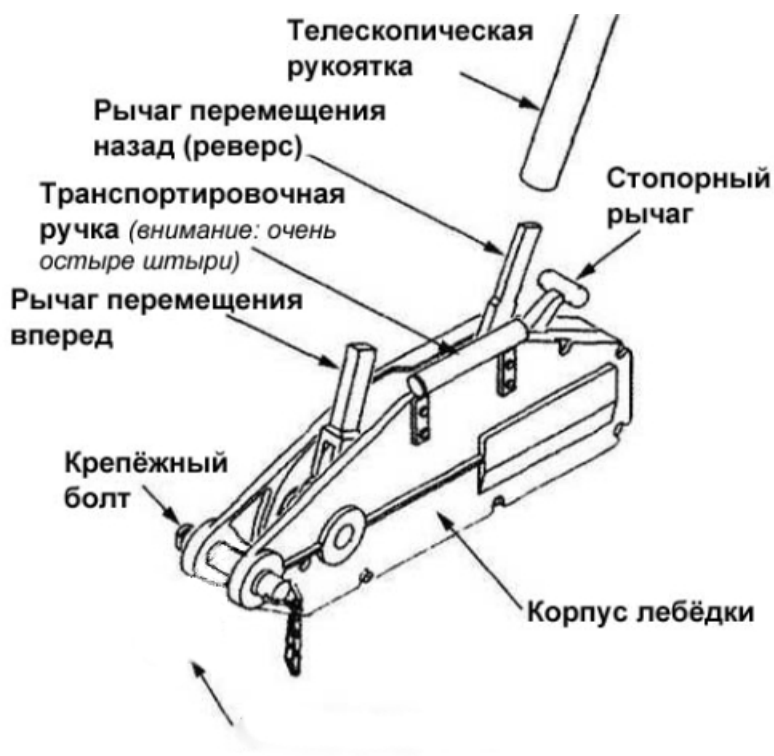

Рис. 10 Устройство натяжения арт. AXS520 и элементы управления
9. Свободный конец троса подведите к устройству натяжения арт. AXS520. Общий вид и назначение элементов управления указаны на рис. 10.
12. Манипулируя рычагом перемещения вперед (см. рис. 10) произведите натяжение троса.
1. После окончания работ ослабьте натяжение троса, манипулируя рычагом реверса (см. рис. 10).